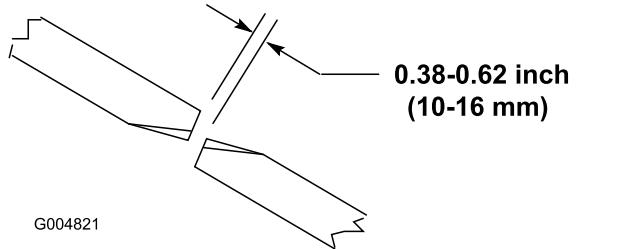

Figura 25
2. Gire una cuchilla central y una cuchilla lateral de manera que las puntas estén alineadas. Mida la distancia entre los extremos de las cuchillas (Figura 25).
Para asegurar la operación correcta de la carcasa de corte, debe haber una separación de 10–16 mm entre los extremos de las cuchillas de las carcasas de corte laterales y central (Figura 25).